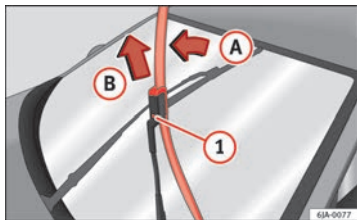

Abb. 66 Wischerblätter für die Frontscheibe
- Klappen Sie den Scheibenwischerarm von der Scheibe ab, wobei Sie das Wischerblatt leicht in Richtung des Arms bewegen – Pfeil A ⇒ Abb. 66.
- Entriegeln Sie mit der anderen Hand die Sicherung ① und ziehen Sie das Wischerblatt in Pfeilrichtung B ab.